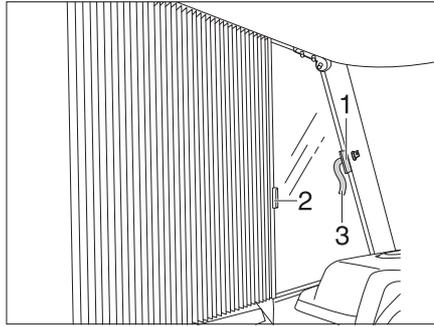

Fig. 14 Bloccaggio della tendina oscurante pieghevole per il finestrino del conducente/passeggero
**Bloccaggio:** ■ Spingere le tendine oscuranti pieghevoli per il finestrino del guidatore e del passeggero sotto la copertura afferrando le impugnature (Fig. 14,2) e bloccarle con le chiusure a velcro (Fig. 14,1 e Fig. 14,3). La tendina oscurante pieghevole è ora bloccata.